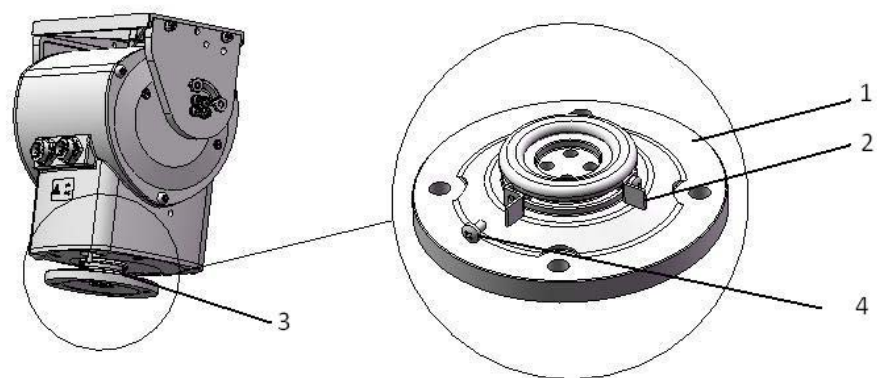

图 17 设置水平限位
1. 驱动云台到所需的停止位置，以设置水平限位挡片。（见图 17）